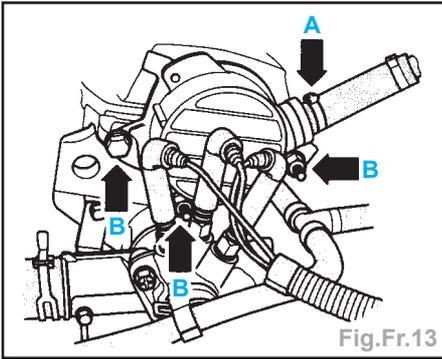

Fig.Fr.13
- Desserrer le collier (flèche **A**) du flexible de dépression et retirer le flexible (Fig. Fr.13).